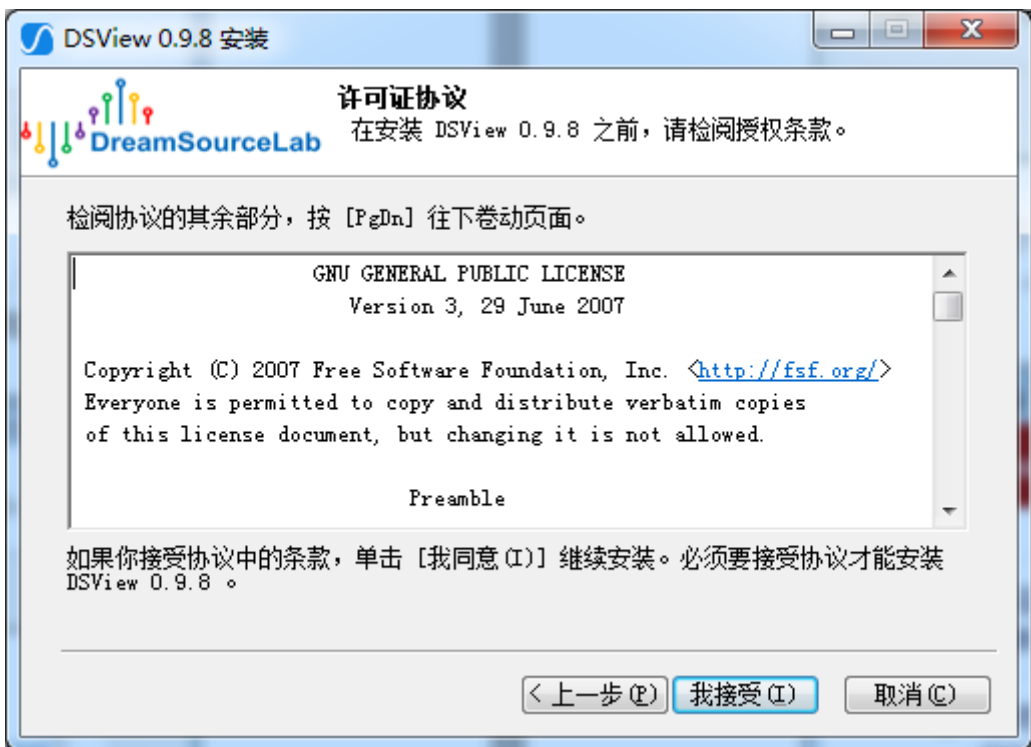

图 1-3
3) 弹出下图（图 1-3）所示窗口，请仔细阅读许可证协议，如果您接受许可证协议中的条款，并愿遵守时，请点击“我接受”继续安装。如您不接受许可证协议中的条款，请点击“取消”安装。